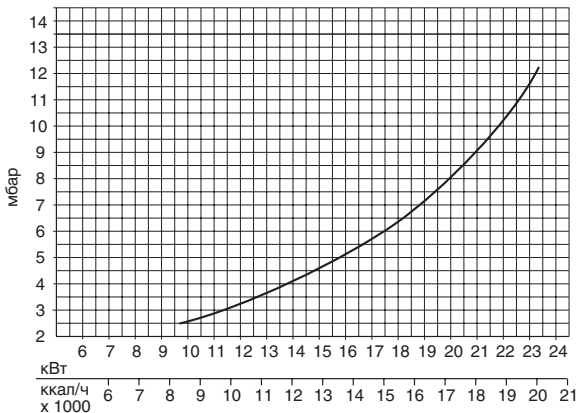

Рис. 3
N.B. - Давление газа в горелке и расход газа в режиме отопления, указанные в таблице, относятся к номинальной мощности котла; при необходимости снижения этой мощности (где это возможно), следует снизить давление газа до достижения минимальной мощности, (см. графики рис. 3 - 4).
Выполнить подключение к соответствующим патрубкам по позициям, показанным на рис. 3. Слив предохранительного клапана должен подсоединяться к сборной воронке для предотвращения выливания воды на пол при превышении давления в системе отопления. При подключении котла, убедитесь что внутренние трубы не находятся в напряженном состоянии. Для обеспечения эффективной работы котла и длительного срока службы, гидравлический контур должен быть корректно подобран и снабжен всеми необходимыми для работы аксессуарами. Перепад температуры между "подачей" и "обраткой" не должен превышать 20°C. Не рекомендуется эксплуатировать котел с температурой подачи ниже 50°C, в противном случае возможно образование конденсата, что приведет к коррозии частей котла.